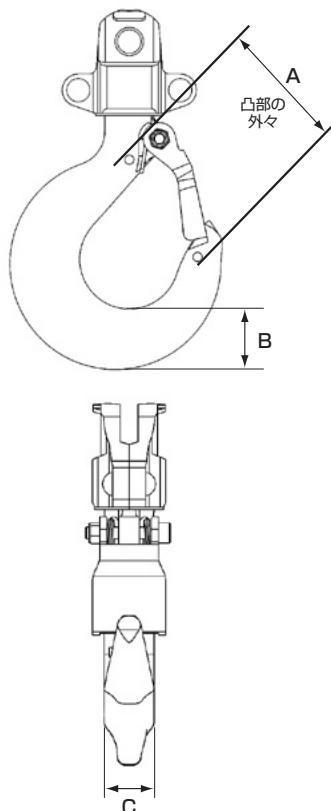

図13 フック寸法
- (1) 購入時に図13～16 A・B・C寸法を測定し、その実測値を表5～8の空欄に記録してください。